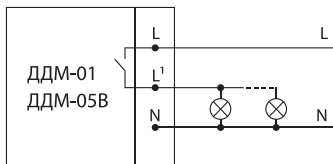

Рисунок 6. Схема подключения датчиков движения ДДМ-01, ДДМ-05В
- подключить проводники к клеммным зажимам датчика, пользуясь схемой подключения на корпусе или в настоящем Руководстве (рисунок 6);